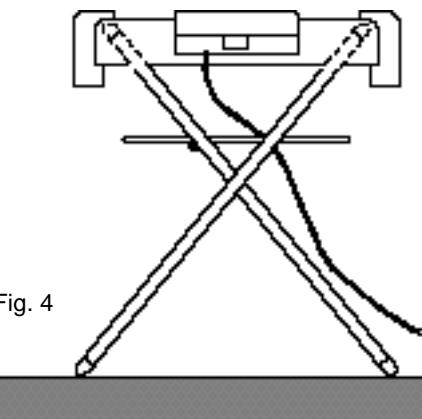

Fig. 4
- Appoggiare il corpo bistecchiera sul cavalletto come illustrato in fig. 4.